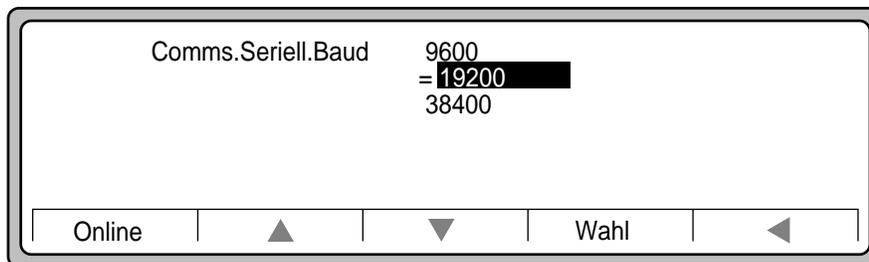

Abbildung 3-11 Baudraten
2. Wählen Sie die Baudrate aus. Siehe Abbildung 3-11.